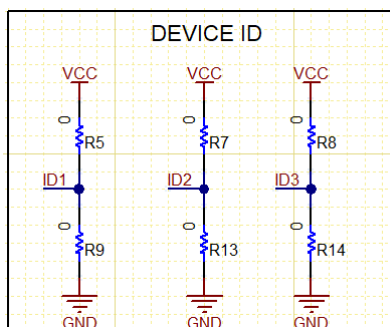

図 7-1. デバイス ID 抵抗
4. 評価基板は、複数の抵抗を組み合わせ使用して、ボードに実装されているデバイスを識別します。図 7-1 に、デバイスの識別に使用される抵抗を示します。マイコンは ID1、ID2、ID3 の値を読み取り、評価基板に実装されているデバイスを決定します。ボード上のデバイスによって、ファームウェアの動作がわずかに異なります。サポートされている各デバイスは、ID1、ID2、ID3 に固有の値を持っており、これらは R5、R7、R8、R9、R13、R14 によって設定されます。新しいデバイスを取り付けた後は、適切な抵抗を実装します。表 7-2 に、各サポート対象デバイスの固有のデバイス ID と、実装する抵抗の組み合わせを示します。